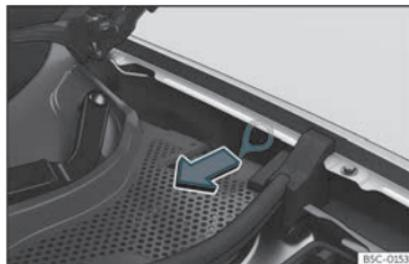

Fig. 192 Entre l'aileron gauche et la charnière du capot du moteur : Poignée de déverrouillage manuel d'urgence du connecteur de charge.
La poignée de déverrouillage manuel d'urgence est située sur le côté gauche de l'habitacle avant, au-dessus de la prise de charge» **fig. 192** .
- Tirez sur la poignée» **fig. 192** .